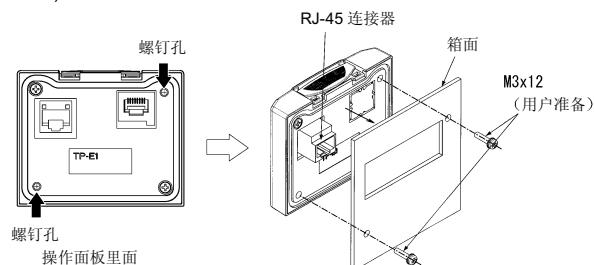

图 2.33 操作面板的安装
(参照图 2.33)
③ 在安装操作面板的箱面上进行面板开孔。有关面板开孔的详情，请参照第 8 章「8.5.2 操作面板」。
④ 用 2 个螺钉将操作面板安装到箱面。(参照图 2.33)